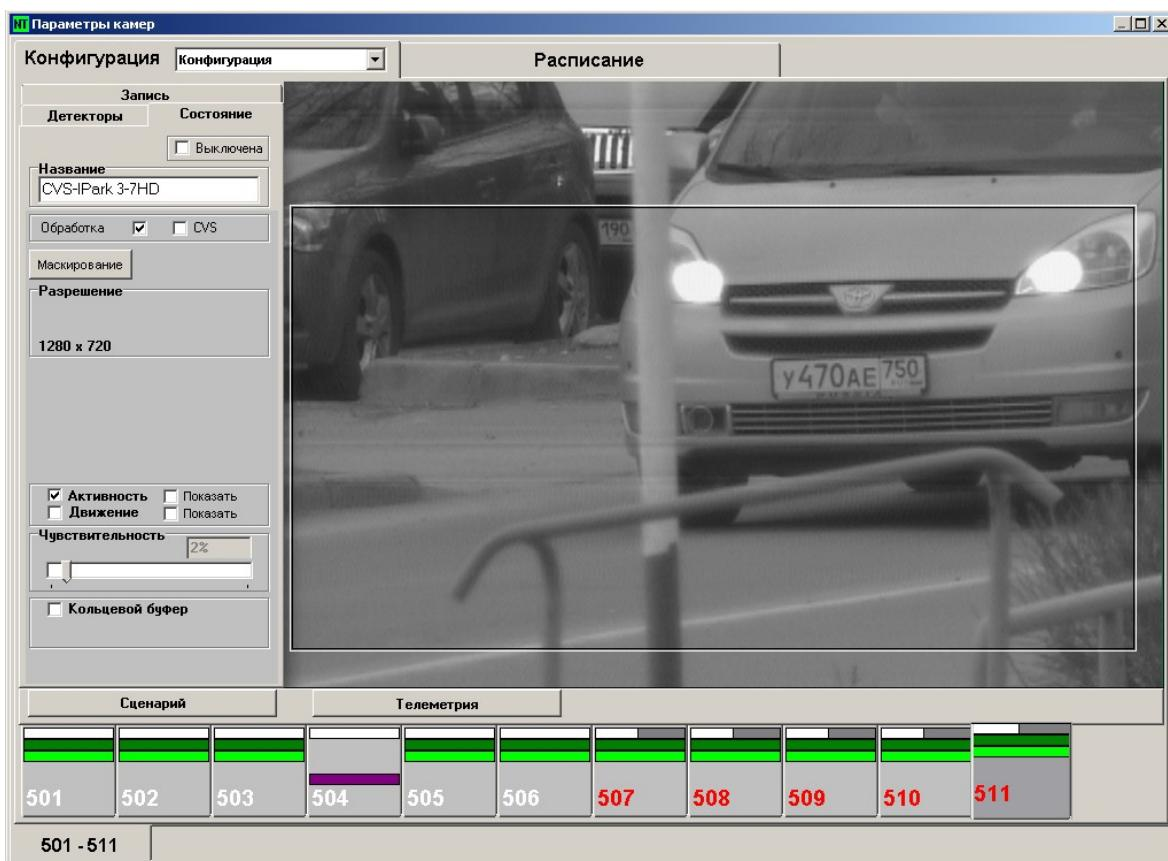
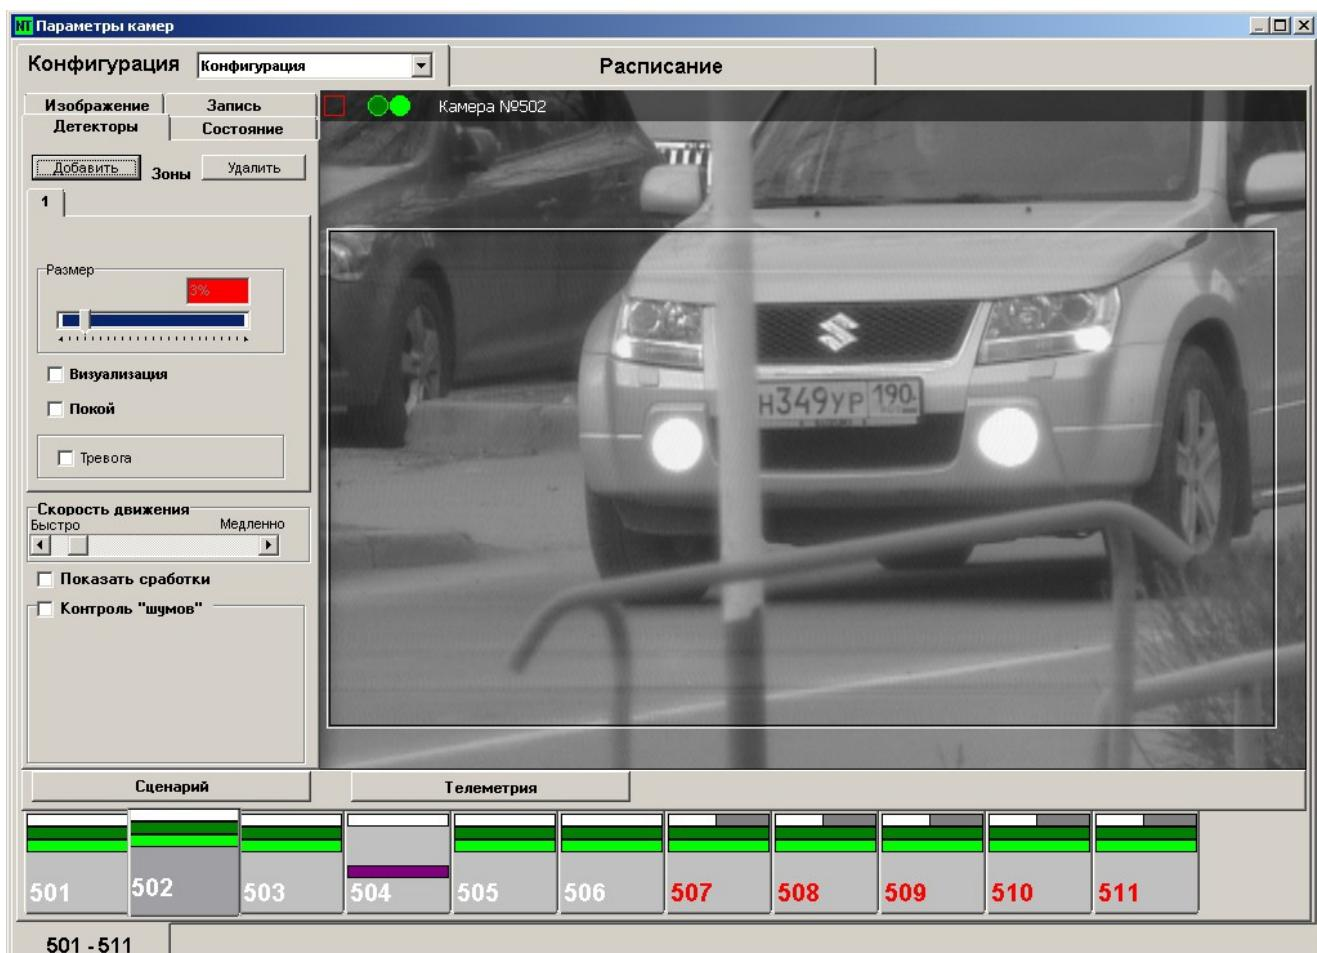

Рисунок 11: Установка параметров с учётом работы малого потока.
Рисунок 12: Настройка детектора движения.
В программе **CVSCenter** в закладке **Настройки / Камеры / Состояние** (Рис. 11) необходимо включить опции «Обработка» и «Активность» («Движение»).
3.2. При выборе опции «**Движение**» (Рис. 11) в закладке «**Детекторы**» необходимо установить зону (-ы) детектора движения и линейный размер объекта (Рис. 12).